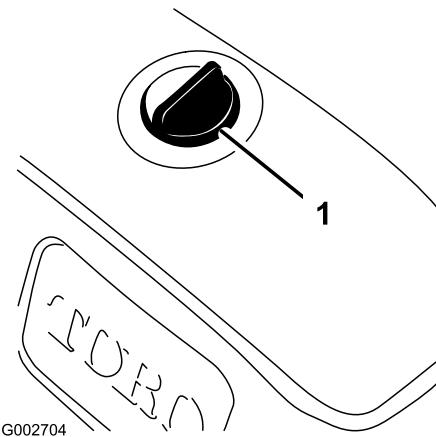

図 15
1. 異物をタンクに入れないよう、油圧オイルタンクのキャップ取り付け部周辺をウェスできれいに拭く(図 15)。